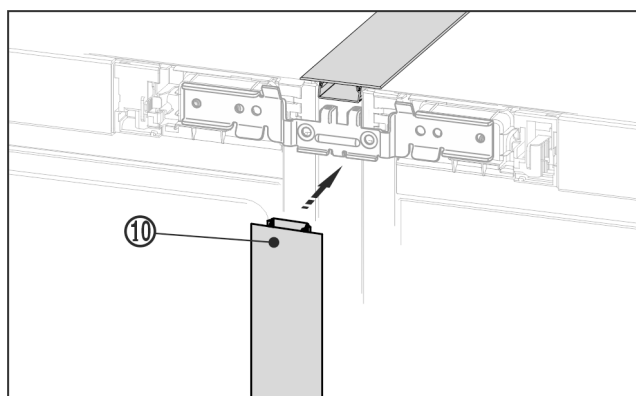

Fig. 23 *
- Na přední straně zatlačte dlouhou krycí lištu Fig. 23 (10) do svislé spáry. Dbejte na to, aby lišta stála na spojovacím plechu.*